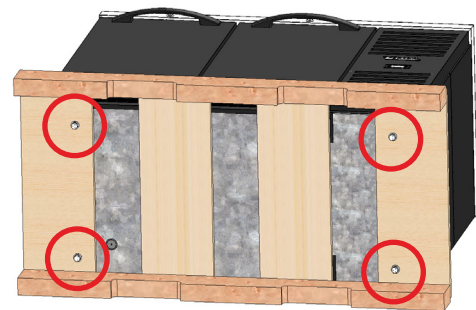

Abb. 2 Transportschrauben
2. Entfernen Sie mit einem verstellbaren Schraubenschlüssel alle Transportschrauben, mit denen die Holzpalette an der Unterseite des Schanks befestigt ist. Siehe Abb. 2.